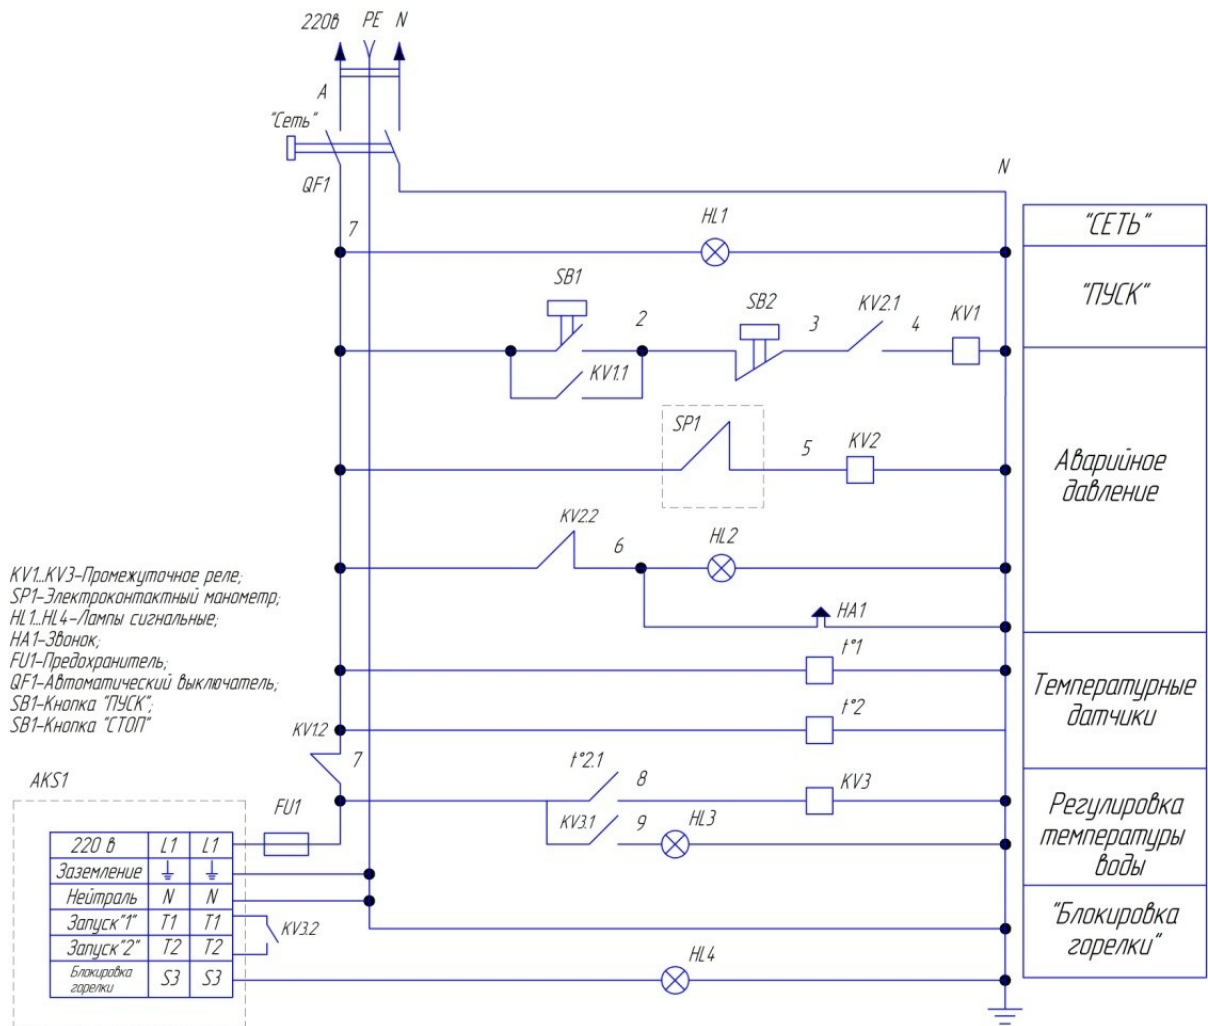

Рис.2. Схема электрическая принципиальная ПАР-0,35В.
3.3.6 Для ПАР-0,35В: Включить вводной выключатель QF1 загорится лампа «Сеть». Нажать и отпустить кнопку "ПУСК" SB1. Напряжение поступает на ящик управления горелкой. Щиток управления горелкой обрабатывает программу розжига. Идет продувка топки и газового тракта котла и одновременно подается напряжение на трансформатор зажигания, на электродах зажигания появляется искра, затем открывается клапан подачи топлива, происходит розжиг. Если розжиг произошел успешно – есть пламя, то сигнал о наличии факела, с фотоэлемента контроля пламени поступает в щиток управления горелкой. Котел работает в режиме нагрева. При достижении температуры воды в котле до верхнего установленного значения, контакт KV3.1 разрывает цепь питания реле KV3 (см. рис. 2), которое разрывает цепь управления T1, T2 горелкой AKS1. Лампа «Горение» гаснет. При понижении температуры воды в котле до нижнего установленного значения, контакт KV3.1 замыкает цепь питания реле KV3, подает напряжение на реле KV3, которое замыкает